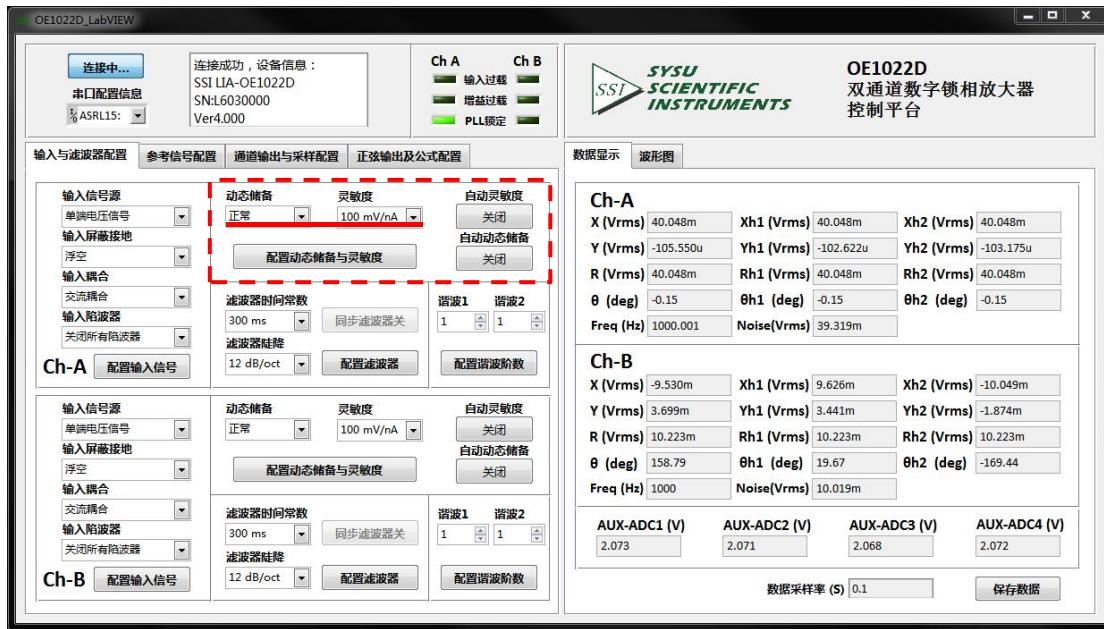

图 77. 动态储备和灵敏度配置图
④根据表 17，在动态储备和满偏灵敏度配置区域选择储备类型、灵敏度类型，其它选项默认，如下图 77 所示，最后需要点击“**配置动态储备与灵敏度**”，以完成配置；
此时，再看主界面上的“Sensitivity”一项，对比图 77，发现 Sensitivity 已经改变为合适的灵敏度了（由 100 mV 变为 50 mV），如图 78 所示：